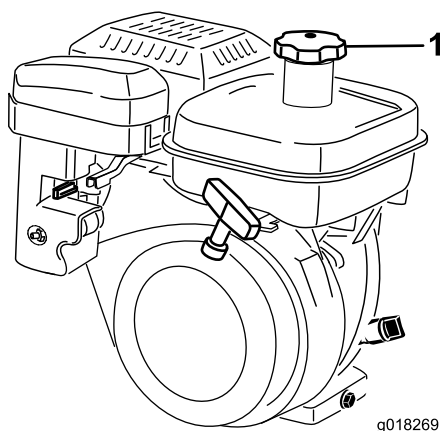

Bild 25
1. Reinigen Sie den Bereich um den Tankdeckel und nehmen den Deckel ab (Bild 25). Füllen Sie